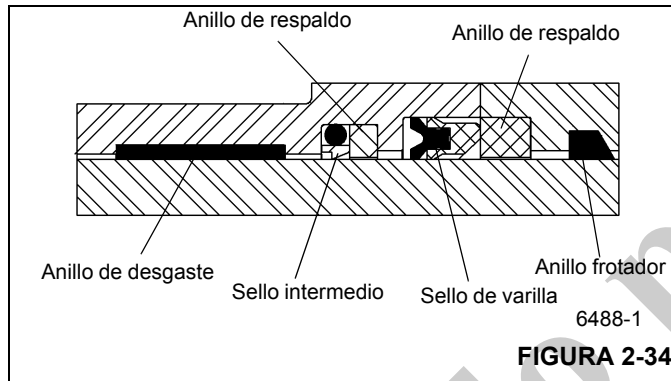

FIGURA 2-34
10. Instale el anillo frotador, el anillo de desgaste, el sello intermedio y el sello de varilla dentro de la cabeza, asegurándose de que los sellos estén debidamente armados y colocados en el sentido correcto (Figura 2-34).